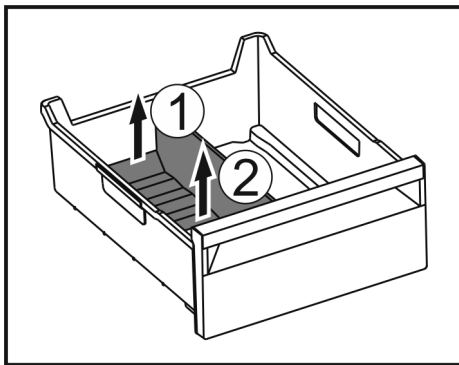

Fig. 170
- Achterste deel van de ijsvak-scheider optillen. Fig. 170 (1)
- Ijsvak-scheider er naar boven toe uitnemen. Fig. 170 (2)